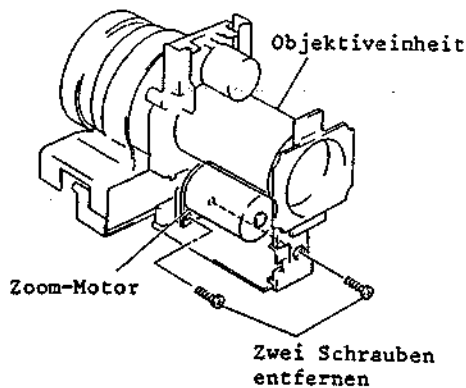

Abb. 2-100 Ausbau des Zoom-Motors
#### 4-3 Ausbau des Zoom-Motors (Abb. 2-100)
2. Zwei (2) Befestigungsschrauben des Zoom-Motors entfernen (siehe Abb. 2-100).